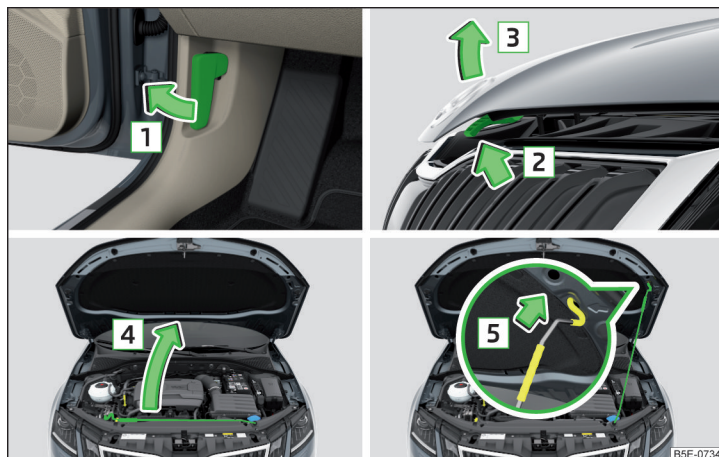

Fig. 315 Abrir el capó
- Abra la puerta delantera y tire de la palanca de desbloqueo ubicada debajo del tablero de instrumentos en el sentido de la flecha **1** » fig. 315.